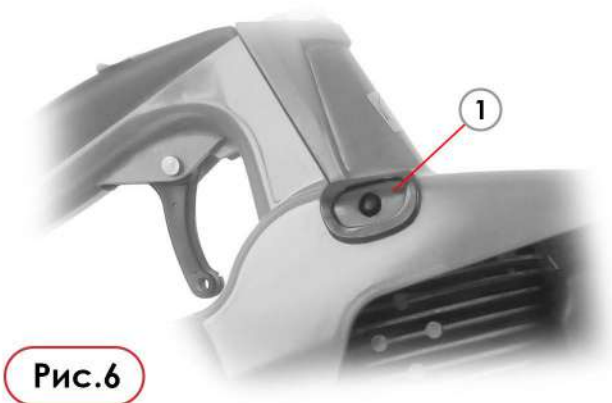

Рис.6
- 2) Нажмите кнопку декомпрессионного клапана (1) (Рис. 6).